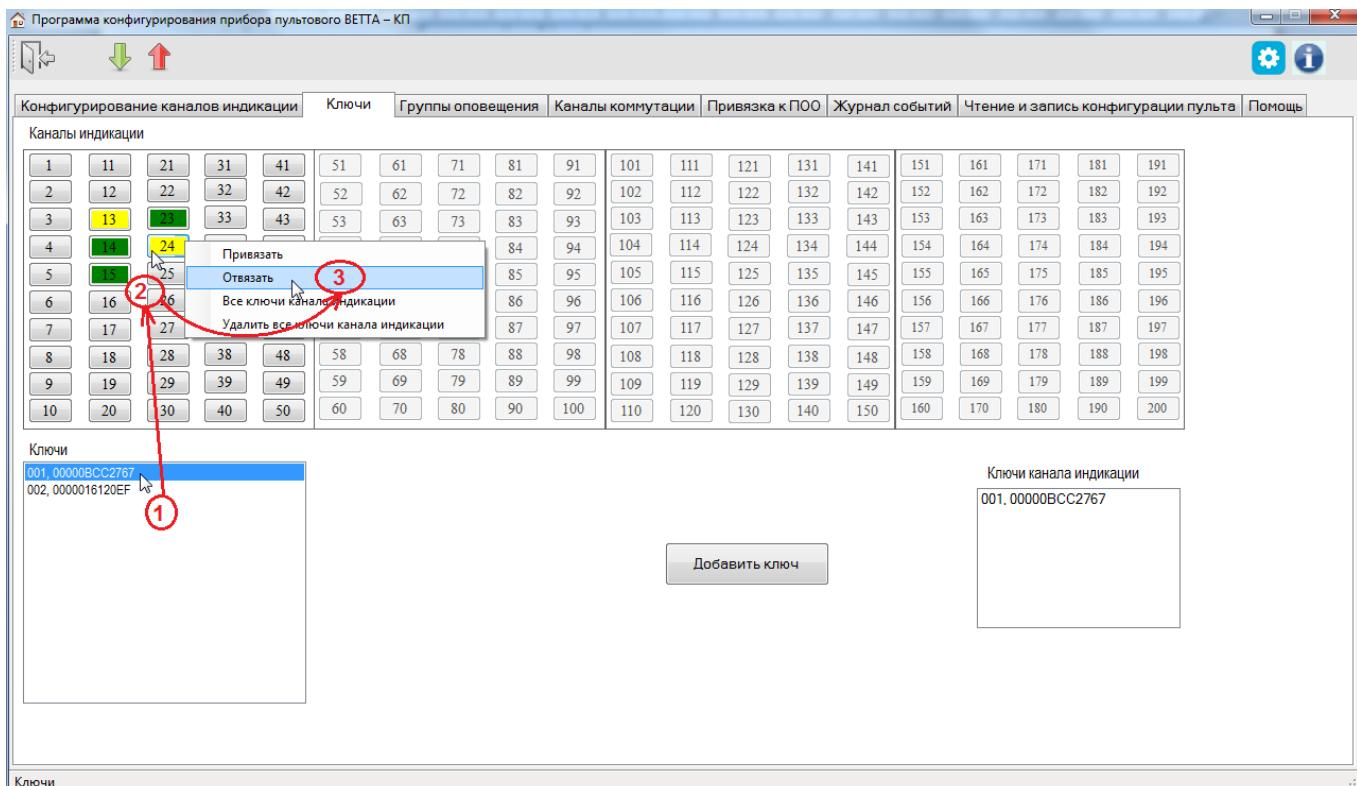

Рис. 26. Отвязка ключа от каналов индикации
- 4) После завершения чтения текущей конфигурации и запуска основного окна программы-конфигуратора, перейдите на вкладку «Ключи» (Рис. 26).
- 5) Выделите в списке «Ключи» отвязываемый ключ (рис. 26, шаг 1). В области «Каналы индикации» будут отображены зелёным цветом каналы индикации, к которым он привязан.
- 6) Выделите (подсвечиваются жёлтым цветом после клика левой кнопки мыши) все каналы индикации, от которых требуется отвязать ключ (Рис. 26, шаг 2).
- 7) Вызовите правой кнопкой мыши контекстное меню и выберите команду «Отвязать» (Рис. 26, шаг 3). Ключ будет отвязан от выбранных каналов индикации, цвет каналов изменится с зеленого на серый.